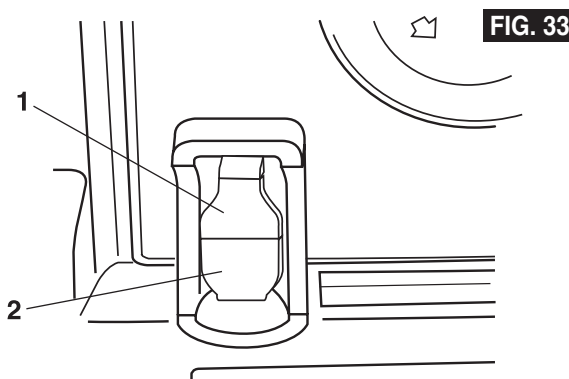

FIG. 33
1. To turn the saw ON, insert the safety key **1** into the switch **2** (Fig. 33). Move the switch upward to the ON position.
1. Pour mettre la scie en marche, insérez la clé de sécurité **1** dans l'interrupteur **2** (Fig. 33). Faites basculer l'interrupteur vers le haut pour le mettre dans la position de marche (ON).
1. Para ENCENDER la sierra, inserte la llave de seguridad **1** en el interruptor **2** (Fig. 33). Mueva el interruptor hacia arriba hasta la posición de ENCENDIDO.